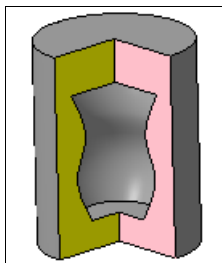

Рис. 44.2. Литейная форма
- ◆ нажмите кнопку **Создать объект**. Система вырежет внутри цилиндра элемент по сечениям. Это видно после созданного разреза (рис. 44.2). В Дереве модели появился новый элемент **Вырезать элемент по сечениям:1** со своей пиктограммой. Сохраните модель под именем *Литейная форма*. С помощью данной формы можно отлить только цельнотельную деталь. Почему? Для создания тонкостенной детали изменим настройки на Панели свойств этой же команды;